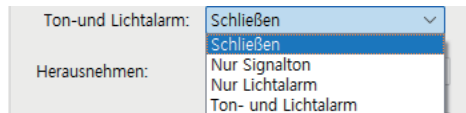

Fig.6
- Ton- und Lichtalarm – ermöglicht sowohl akustische als auch visuelle Warnmeldungen (siehe Abbildung 6)